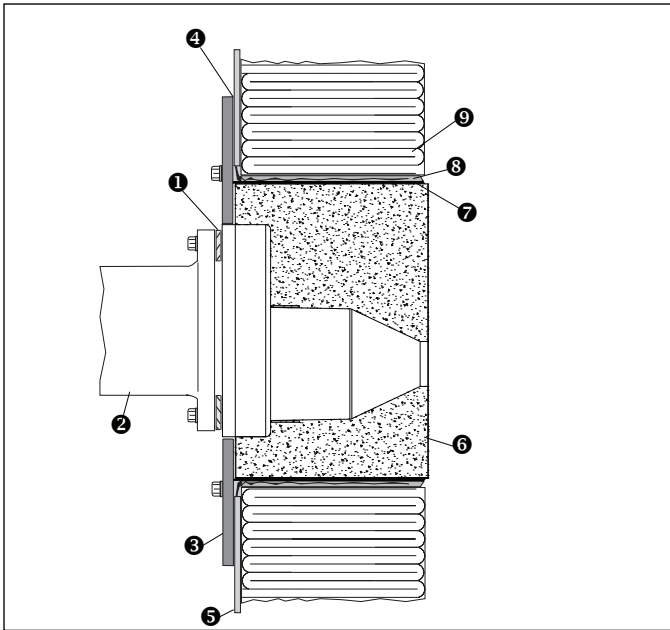
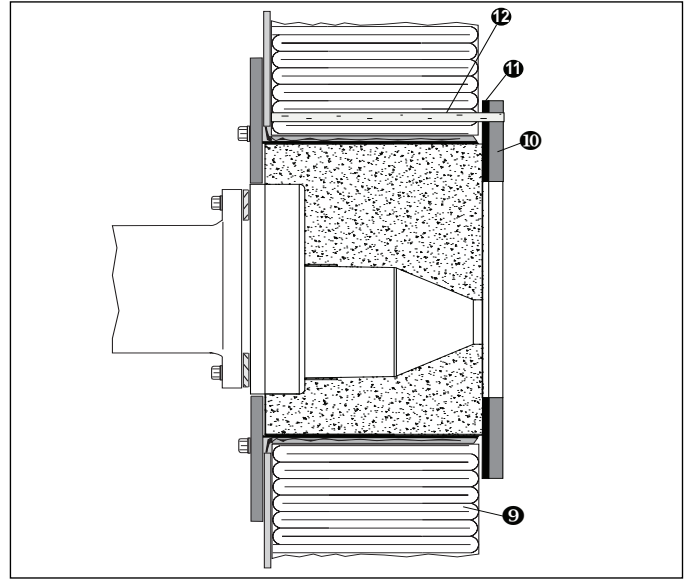

图 3.4 纤维衬套炉膛
图 3.5
(请参见图 3.4 和图 3.5)
- 对于超过 2200 °F(1200 °C) 的应用，应按图 3.5 所示安装适用于炉膛设计温度的陶瓷纤维板护罩 ⑪。
- 使用高压常温凝固耐火接合剂 ⑫ 和陶瓷固定装置 ⑬ 将护罩 ⑪ 固定到耐火燃烧室 ⑥ 和纤维衬套 ⑩ 上。